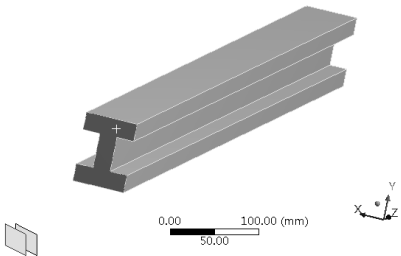
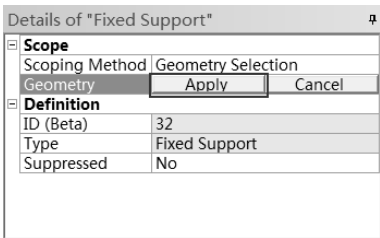

图 14-103 选择约束面
图 14-104 位移约束参数设置
Step3：选择工字梁底面，如图 14-103 所示。在 Details of “Fixed Support” 栏中单击 Geometry 中的 Apply 按钮，如图 14-104 所示。